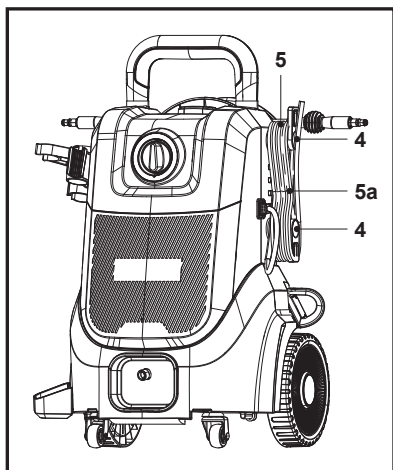

Fig. 25
2. Enrole o cabo de alimentação (5) à volta dos dois suportes do cabo (4) e fixe-o no devido lugar com um grampo do cabo (5a) fornecido (Fig. 25).